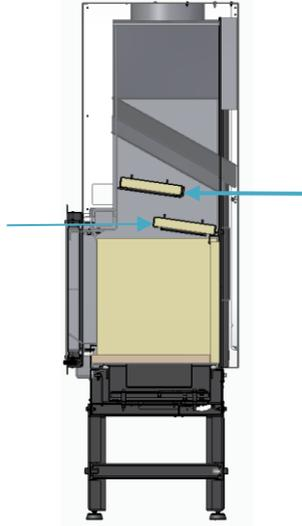

Figura 20
o) Verifique que las placas deflectoras estén en la posición correcta, Figura 20.